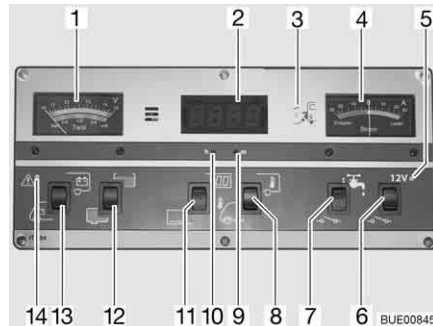

Fig. 157 Panneau de contrôle IT 994
Observer sur l'indicateur de charge/de niveau de réservoir (Fig. 157,1), la graduation supérieure. L'indicateur s'éclaire automatiquement dès qu'un commutateur est actionné.
- Commutateur à bascule (Fig. 157,13) vers le bas : La tension de la batterie de démarrage est affichée.
- Commutateur à bascule (Fig. 157,13) vers le haut : La tension de la batterie de cellule est affichée.
Observer sur l'indicateur de charge/de niveau de réservoir (Fig. 157,1) la graduation inférieure. L'indicateur s'éclaire automatiquement dès qu'un commutateur est actionné.
- Commutateur à bascule (Fig. 157,12) vers le haut : Le niveau du réservoir d'eau est affiché.
- Commutateur à bascule (Fig. 157,12) vers le bas : Le niveau du réservoir d'eaux usées est affiché.
Le voyant d'alerte rouge ALARME (Fig. 157,14) clignote dès que la charge de la batterie de cellule descend en dessous de 11 V (mesurée en marche) et qu'il y a risque de décharge profonde des batteries.
- Commutateur à bascule (Fig. 157,11) vers le haut : L'affichage de l'horloge numérique est activé. L'affichage de température est en ordre de marche.
- Commutateur à bascule (Fig. 157,11) vers le bas : L'affichage de l'horloge numérique et l'affichage de température sont désactivés.
- Appuyer avec un objet fin, p. ex. l'extrémité d'un stylo à bille, sur l'orifice pour l'affichage des heures (Fig. 157,10) jusqu'à ce que l'indication des heures souhaitée s'affiche.
- Appuyer avec un objet fin, p. ex. l'extrémité d'un stylo à bille, sur l'orifice pour l'affichage des minutes (Fig. 157,9) jusqu'à ce que l'indication des minutes souhaitée s'affiche.
- Commutateur à bascule (Fig. 157,8) vers le haut : La température intérieure s'affiche.
- Commutateur à bascule (Fig. 157,8) vers le bas : La température extérieure s'affiche.
Cet indicateur (Fig. 157,4) permet de visualiser en permanence le flux de courant actuel de la batterie. L'indicateur s'éclaire automatiquement dès qu'un commutateur est actionné.
L'interrupteur principal 12 V (Fig. 157,6) établit ou coupe le panneau de contrôle et l'alimentation 12 V de la cellule.
*Mise en marche :* ■ Commutateur à bascule (Fig. 157,6) vers le haut : L'alimentation 12 V de la cellule est assurée. Le voyant de contrôle (Fig. 157,5) s'allume en vert.
*Mise hors service :* ■ Commutateur à bascule (Fig. 157,6) vers le bas : L'alimentation 12 V de la cellule est coupée. Le voyant de contrôle (Fig. 157,5) s'éteint.
Le voyant de contrôle 12 V (Fig. 157,5) s'allume dès que l'interrupteur principal 12 V (Fig. 157,6) est enclenché.
Le voyant de contrôle jaune 230 V (Fig. 157,3) s'allume si l'arrivée du bloc électrique est sous tension de réseau.
*Mise en marche :* ■ Commutateur à bascule (Fig. 157,7) vers le haut : L'alimentation en eau est activée.
*Mise hors service :* ■ Commutateur à bascule (Fig. 157,7) vers le bas : L'alimentation en eau est désactivée.